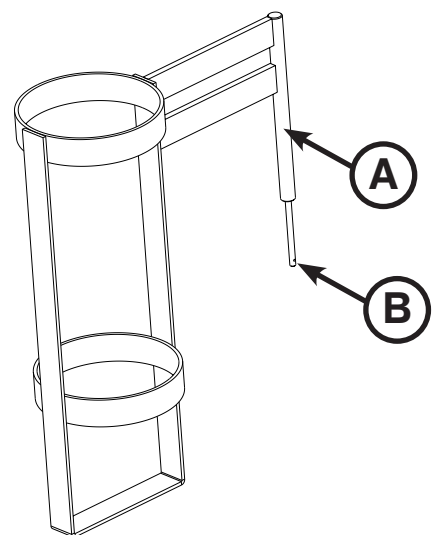

Figure 16.2 : Support pour obus à oxygène vertical
1. Introduire la barre d'appui (A) dans le socle pour tige à soluté situé à l'un des quatre coins du plan de couchage.
2. Introduire la goupille fendue (B) par le trou dans la barre d'appui pour tenir le support pour obus en place, comme illustré dans la Figure 16.2.